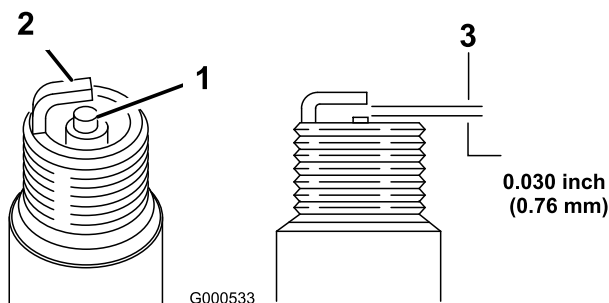

Рисунок 31
5. Установите в свече зазор, равный 0,76 мм, как показано на Рисунок 31.